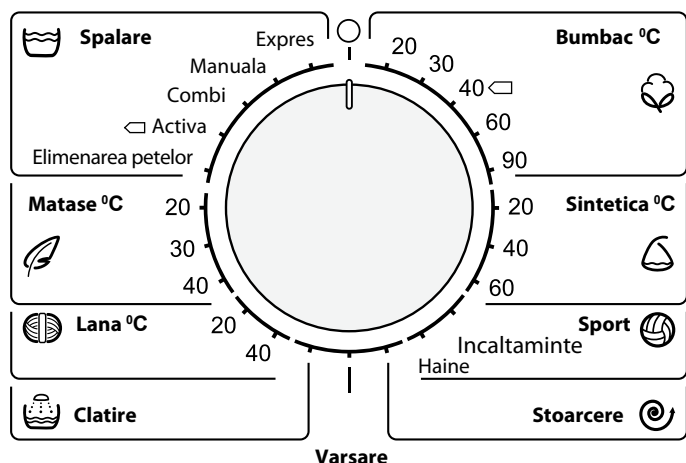

Figura 2 – Mănerul de alegere a programului de spălare
1.1.2 Selectorul este folosit pentru pornirea/oprirea mașinii și alegerea programului de spălare, în conformitate cu figura 2. În jurul selectorului sunt imprimate denumirile programelor și simbolul . Selectorul se rotește în ambele direcții (în sensul acelor de ceasornic sau în sensul contrar acelor de ceasornic), și se fixează la diviziunea corespunzătoare a programului selectat. La fixarea selectorului la simbolul mașina se oprește.
1.3.2 Pentru a porni mașina fixați selectorul în conformitate cu figura 2 la diviziunea programului de spălare necesar – se aprind indicatorii operației de spălare a programului selectat.